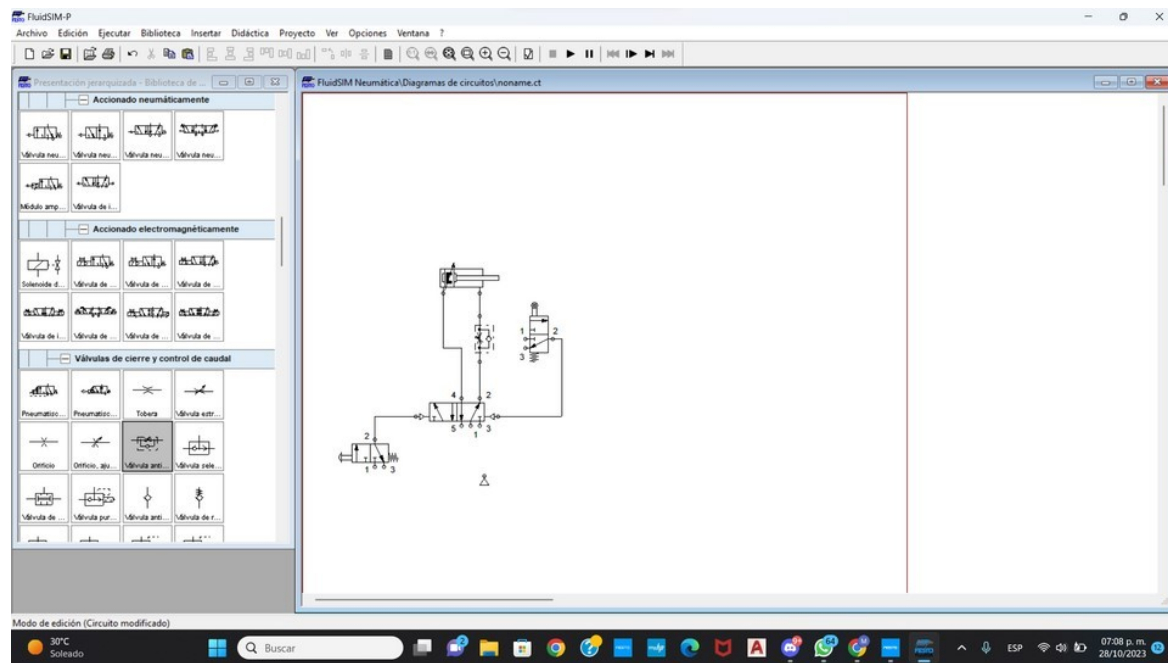

Ilustración 2.4
Paso 4.- Conectamos las salidas de las válvulas 3/2 vías al accionamiento neumático de la válvula 5/2 vías. (Ilustración 2.4).